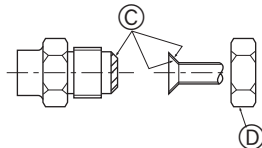

Fig. 5-6
### 5.5. Σωλήνες σύνδεσης (Fig. 5-6)
- Ⓐ (Fig. 5-6)
- Ⓑ (Fig. 5-6)